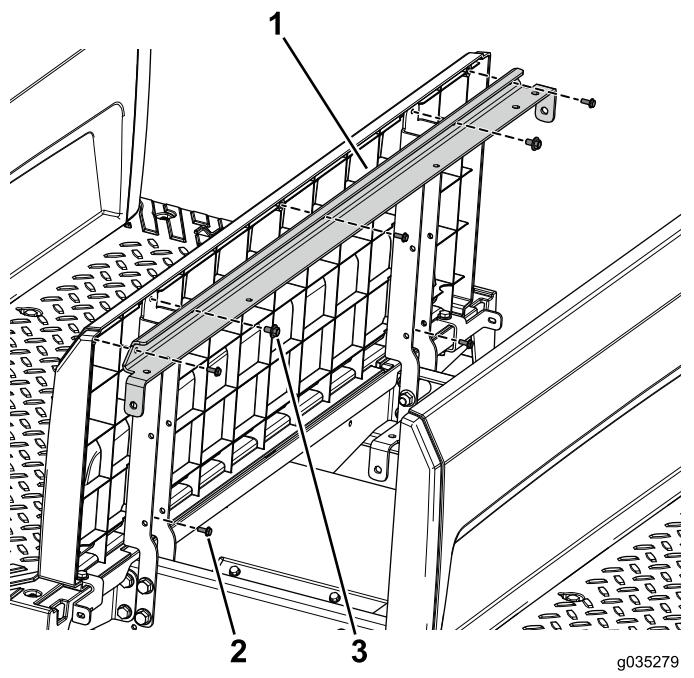

图94
3. 使用带垫圈组件的 2 个螺栓  $1/4 \times 1/2$  英寸将倾斜支撑托架和座椅底座面板固定到左、右座椅支架上 图94。
4. 使用 5 个螺丝  $\#10 \times 1/2$  英寸将后面板固定到倾斜支撑托架和座椅支架上 图94。